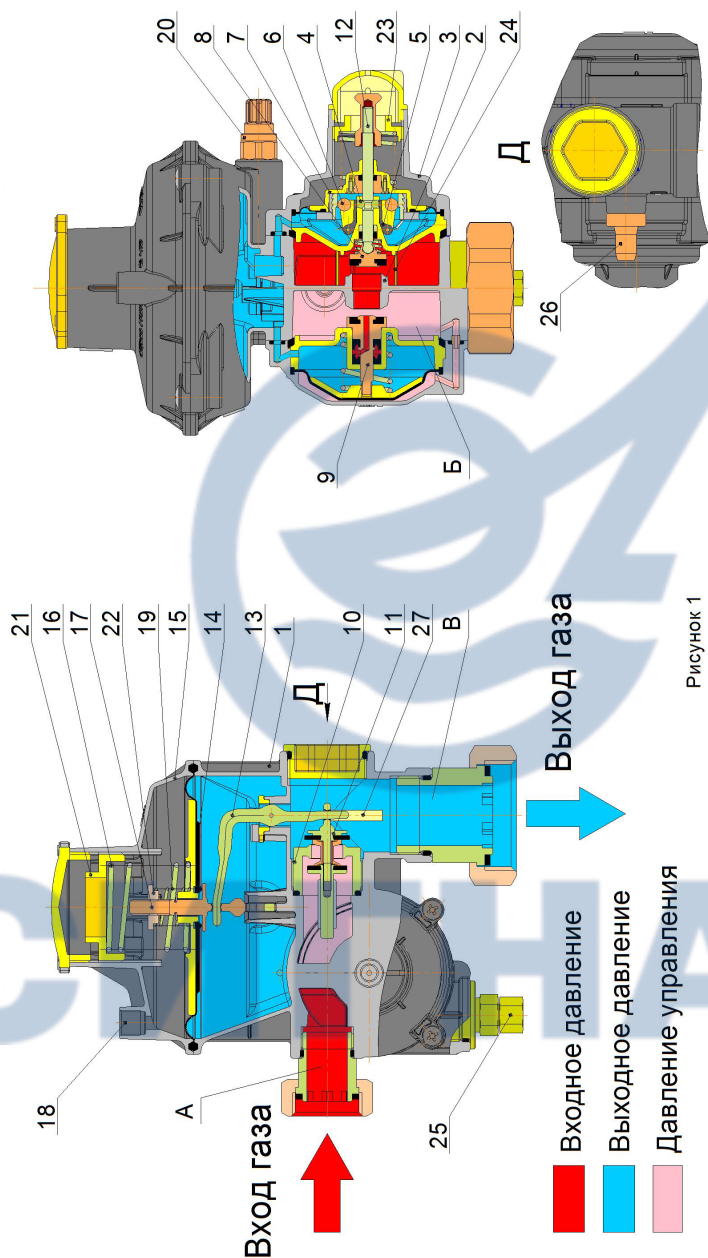

Рисунок 1
2.2.7.4 Потянув на себя шток 12 (см. рис. 1), взвести клапан ПЗК. Клапан ПЗК должен зафиксироваться в верхнем положении.
2.2.7.5 Нажать до упора, а затем отпустить кнопку запуска 20 (см. рис.1). Осуществить необходимую настройку регулятора. Выходное давление газа контролировать по манометру через штуцер для замера выходного давления 26.
ВНИМАНИЕ! В случае ложного срабатывания клапана ПЗК при пуске необходимо повторить **п. 2.2.7.4**, затем надавить на шток 12 (см. рис.1), для предотвращения срабатывания клапана ПЗК, после чего повторить **п. 2.2.7.5**.
2.2.7.7 Настройка выходного давления производится вращением регулировочной гайки 21 (см. рис. 1), ослабляющей или сжимающей задающую пружину 16. При вращении по часовой стрелке выходное давление увеличивается, а против – уменьшается.